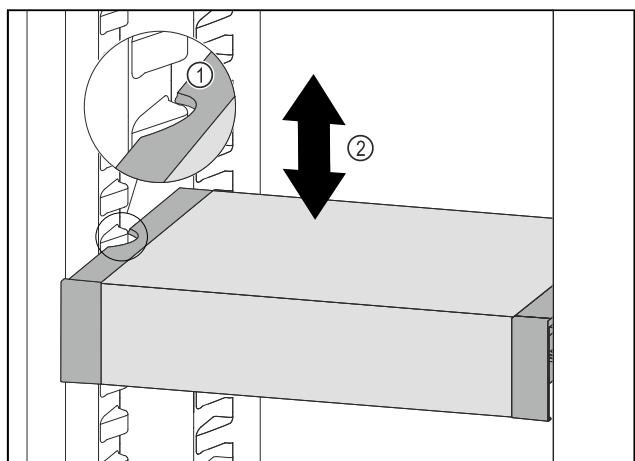

Fig. 58
- ▶ VarioSafe ťahajte dopredu, dokým sa bočné vybrania VarioSafe nebudú nachádzať vo výške rebra nádoby v chladničke. Fig. 58 (1)
- ▶ VarioSafe v chladničke presúvajte nahor alebo nadol, dokým sa dosiahne požadovaná výška. Fig. 58 (2)